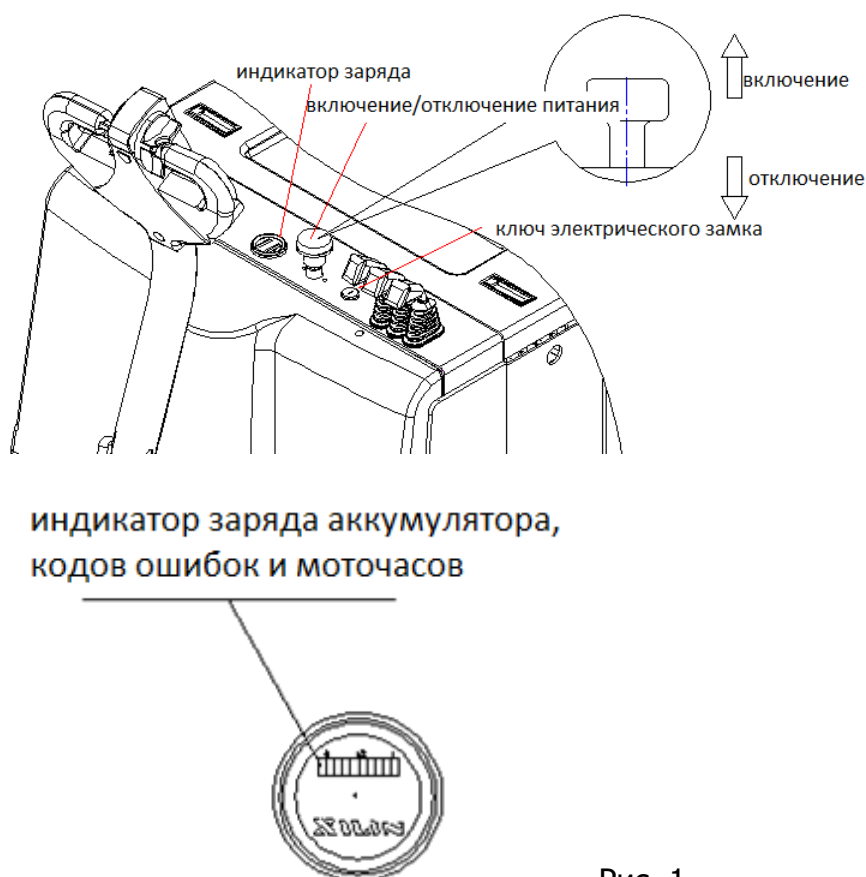

Рис. 1
4.1.2 Проверьте, есть ли в батареях электролит и заряд, с помощью метода, показанного на рис. 1. Вытяните общий выключатель питания, чтобы включить общий источник питания, разблокируйте электрический замок на ручке и проверьте заряд с помощью индикатора на приборной панели. Если заряд батареи менее 30%, то необходимо зарядить аккумулятор полностью. Запрещается эксплуатировать штабелер с разряженной батареей, так как это значительно сократит срок службы аккумуляторов и даже повредит их.
Как показано на рис.1, вытащите общий выключатель питания, разблокируйте электрический замок и переместите штабелер к паллетам с грузом (конец вил должен находиться в 30 см от товара). Нажмите кнопку подъема-опускания, чтобы отрегулировать высоту вил в нужное положение; поверните рукоятку движения, вперед-назад вил, чтобы медленно и как можно глубже вставить вилы в поддон с товаром. Нажмите кнопку подъема-опускания, чтобы поднять вилы, пока они не окажутся на высоте 20-30 см от земли. Нажмите кнопку движения вил вперед-назад, чтобы вернуть вилы в исходное состояние. Подведите штабелер к полке с товарами и медленно остановитесь, пока конец вил (или передний край товара) не окажется на расстоянии 20 см от полки с товарами. Нажимайте кнопку подъема-опускания, пока вилы не поднимутся на нужную высоту полки (нижняя часть поддона примерно на 10 см выше полки). Медленно переместите товары в правильное положение полки и нажмите кнопку движения вил вперед, чтобы медленно переместить вилы вперед в нужное положение. Нажмите кнопку опускания, чтобы аккуратно положить товар на полку. Задвиньте вилы обратно в сторону штабелера и опустите их в самый низ, чтобы безопасно начать движение в сторону от стеллажа с товарами.
Как показано на рис. 1, вытащите общий выключатель электропитания, разблокируйте электрический замок, подъезжайте к полке с товарами (конец вил находится в 30 см от полки с товарами). Нажмите кнопку подъема-опускания, чтобы отрегулировать высоту вил в нужное положение. Нажмите кнопку движения вил вперед, чтобы медленно и как можно глубже вставить вилы в поддон с товаром. Нажмите кнопку подъема вил, чтобы поднять товар (нижняя часть поддона должна находиться на расстоянии 10 см от товарной полки). Нажмите кнопку движения вил назад, чтобы медленно перемещать товары с полки. Нажмите кнопку опускания вил, чтобы опустить вилы, пока они не окажутся на высоте 20-30 см от земли. Отведите штабелер от полки для товаров, пока он не займет желаемое положение, а затем медленно остановите его. Вы можете переместить груз на желаемое расстояние, опустить вилы вниз и оставить груз на полу.